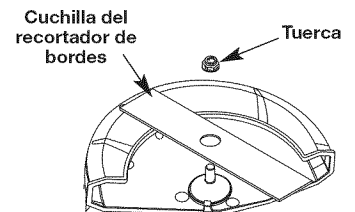

Fig. 17
1. Coloque la llave tipo "Allen" de 5/16" en el orificio del husillo (Fig. 17).
2. Mientras sujeta la llave tipo "Allen" en su lugar, afloje la tuerca con una llave de 15/16" girándola hacia la izquierda (Fig. 17).